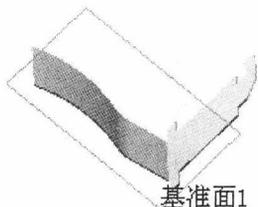

图 1.8 斜接法兰 1
Step4. 创建图 1.8 所示的钣金特征——斜接法兰 1。
(1) 选择命令。选择下拉菜单  插入(I) →  钣金(B) →  斜接法兰(B)... 命令